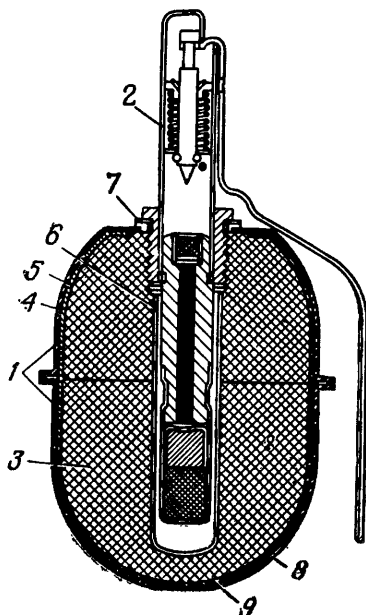

Рис. 3. Устройство ручной осколочной гранаты РГД-5:
5. Ручная осколочная граната РГД-5 (рис. 3) состоит из корпуса с трубкой для запала, разрывного заряда и запала.